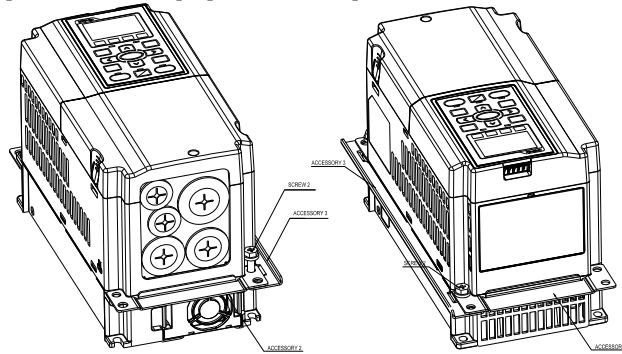

图 2
2. 将螺丝 2\*2 (M6) 与 Accessory 2 & 3 锁住 (如图 2 所示)。螺丝扭力值: 25~30 kg-cm / [21.7~26 lb-in.] / [2.5~2.9 Nm]